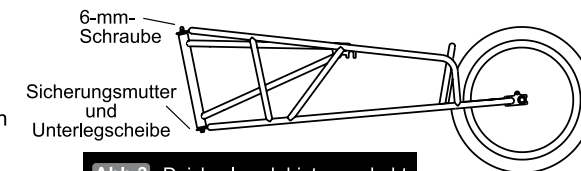
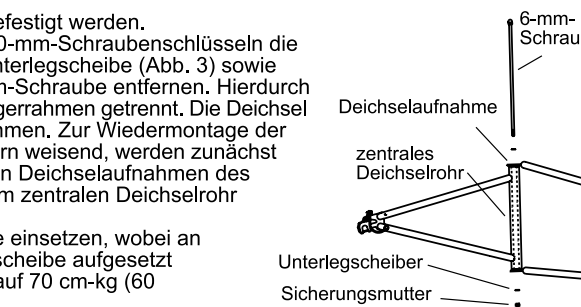

Abb. 3 Deichsel nach hinten gedreht.
Abb. 4 Deichsel, einschl. Schraube, gedreht.
2. DEICHEL: Zu Transportzwecken wurde die Anhängerdeichsel nach hinten weisend am Rahmen angebracht (Abb. 3). Vor der Verwendung des Anhängers muss die Deichsel entfernt, um 180 Grad gedreht und anschließend gem. Abb. 4 befestigt werden.
A) Dazu mit Hilfe von zwei 10-mm-Schraubenschlüsseln die Sicherungsmutter und die Unterlegscheibe (Abb. 3) sowie anschließend die lange 6-mm-Schraube entfernen. Hierdurch wird die Deichsel vom Anhängerrahmen getrennt. Die Deichsel vom Anhängerrahmen abnehmen. Zur Wiedermontage der Deichsel, dieses Mal nach vorn weisend, werden zunächst gem. Abb. 4 die Löcher in den Deichselaufnahmen des Anhängerrahmens und in dem zentralen Deichselrohr der Deichsel ausgerichtet.
B) Die lange 6-mm-Schraube einsetzen, wobei an beiden Enden eine Unterlegscheibe aufgesetzt wird, und Sicherungsmutter auf 70 cm-kg (60 in-lb) festziehen (Abb. 4).